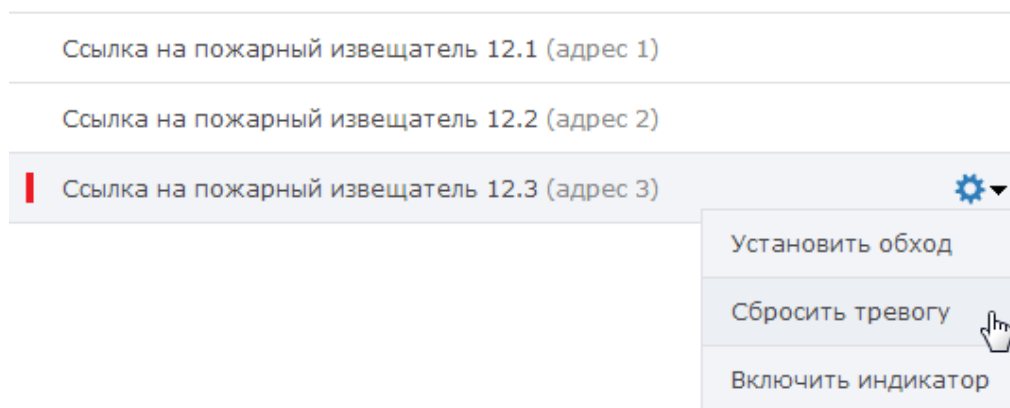

Рисунок 10.56 — Сброс пожарной тревоги извещателя
3. В списке извещателей зоны найдите извещатель в состоянии [Пожар]. Нажмите на кнопку **Действия**  в строке извещателя и выберите команду **Сбросить тревогу** (рисунок 10.56).